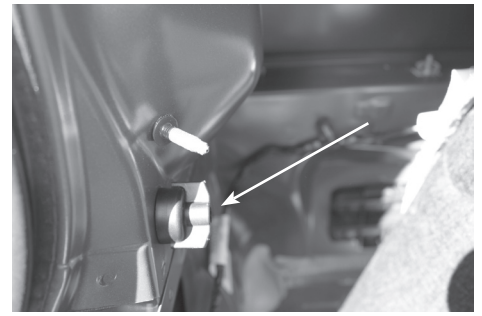

Fig. 2
3. Pull back the felt liner to reveal a plastic wing nut holding the vehicle's taillights in place (Fig. 2). Remove the plastic wing nut and gently pull the tail light away from the vehicle taking care not to damage the alignment tabs.
3. Tire hacia atrás el revestimiento de fieltro para revelar una tuerca de mariposa de plástico que sostiene las luces traseras del vehículo en su lugar (Fig. 2). Retire la tuerca de mariposa de plástico y tire suavemente de la luz trasera, lejos del vehículo con cuidado de no dañar las lengüetas de alineación.
**3.** Tirez la doublure feutre pour révéler un écrou papillon en plastique contenant les feux arrière du véhicule en place (Fig. 2). Retirez l'écrou à oreilles en plastique et tirez doucement la lumière de queue loin du véhicule en prenant soin de ne pas endommager les languettes d'alignement.